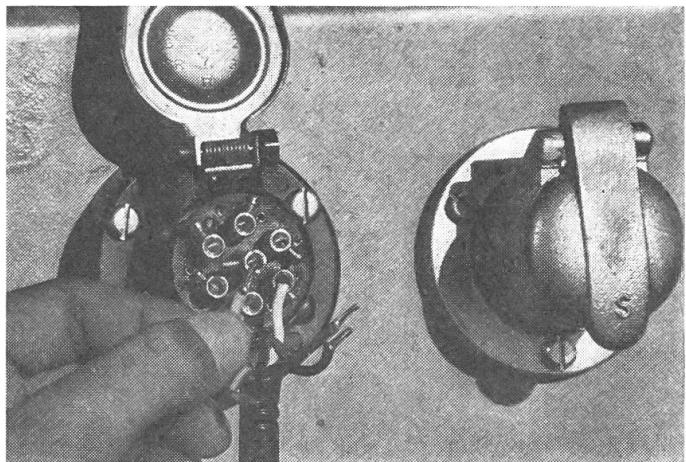

Abb. 27
b) Der blosse Steckereinsatz wird in eine Steckdose eingesteckt (Abb. 27). Standlicht einschalten. Nun wird der mutmassliche Masseleiter an Klemme 31 angeschlossen. Anschliessend werden nacheinander alle anderen Kabelenden an der Klemme 58 L angetupft und kontrolliert, welcher Verbraucher darauf anspricht. Brennt jeweils immer nur ein Verbraucher, wurde auf Anhieb der richtige Leiter an Masse angeschlossen. Die anderen Leiter können nun den bestimmten, ermittelten Funktionen entsprechend angeklemmt werden.